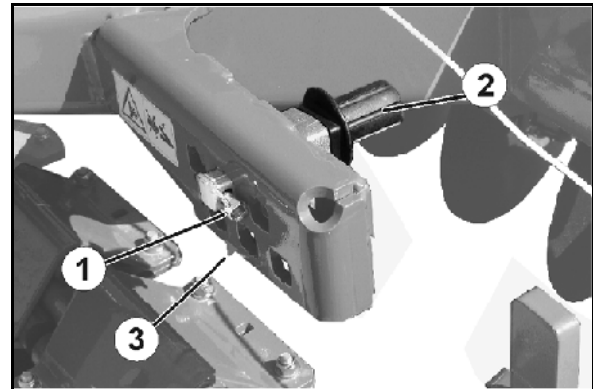

Fig. 38
Der er 6 indstikspladser til rådighed til dette i hver side af maskinen (Fig. 38).
3. Træk klapsplitten ud (Fig. 38/1).
4. Sæt excenterbolten (Fig. 38/2) i den ønskede indstiksplads.
En foretrukket indstiksplads er markeret med en pil (Fig. 38/3).